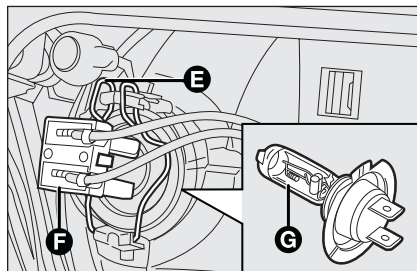

fig. 22
- ☐ desconecte el conector eléctrico **F**-Fig. 22;